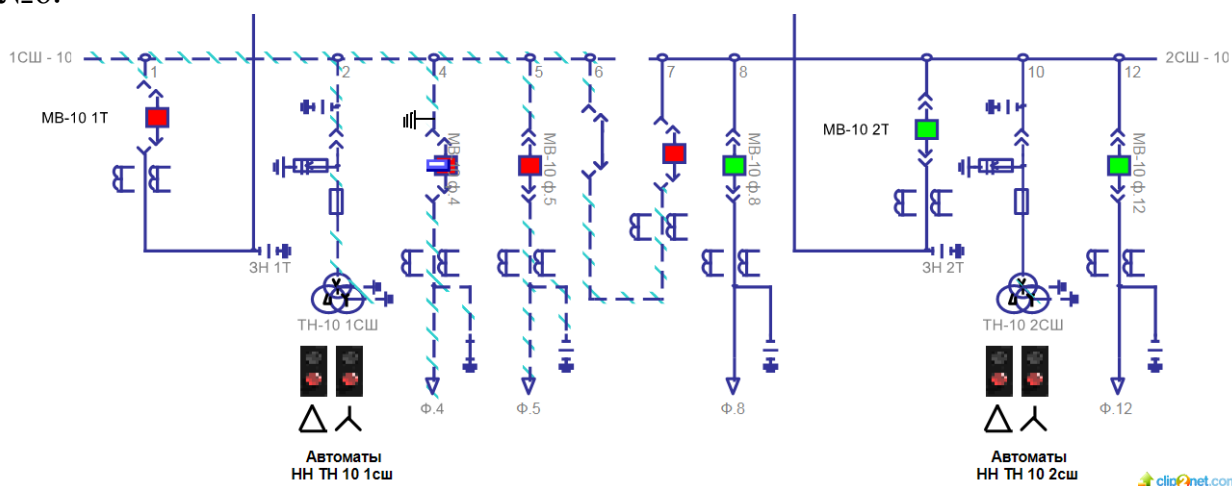

Рисунок 2- Схема РУ 10 кВ ПС "Екатериненка"
3. На ПС 110/35/10 Екатеринбург (Рисунок 2) вывести в ремонт первую секцию шин 10 кВ в ремонт. ПС Екатеринбург является транзитной. Питание ПС осуществляется по ВЛ 110 кВ С-77 Тара-Екатериненка. По условиям поставленной задачи необходимо произвести операции в определенной последовательности для вывода в ремонт 1 СШ-10кВ, которая по нормальной схеме получает питание от Т-1, на секции присутствуют два отходящих фидера 10 кВ, где МВ-10 ф. №4 нормально включен и имеет устройство АПВ, а МВ-10 ф. №5 находится в резерве, ТН-10 кВ и МСШР-10 кВ в яч. №6.